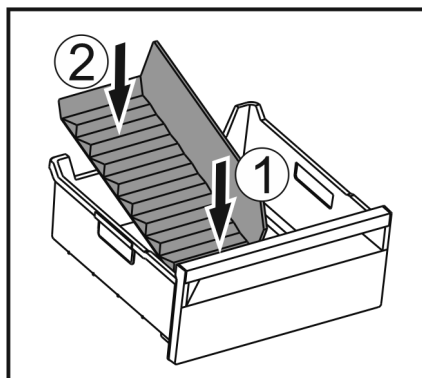

Fig. 100
► Поставете предната част на разделителя на отделението за лед. Fig. 100 (1)
► Спуснете задната част на разделителя на отделението за лед до дъното на чекмеджето. Fig. 100 (2)